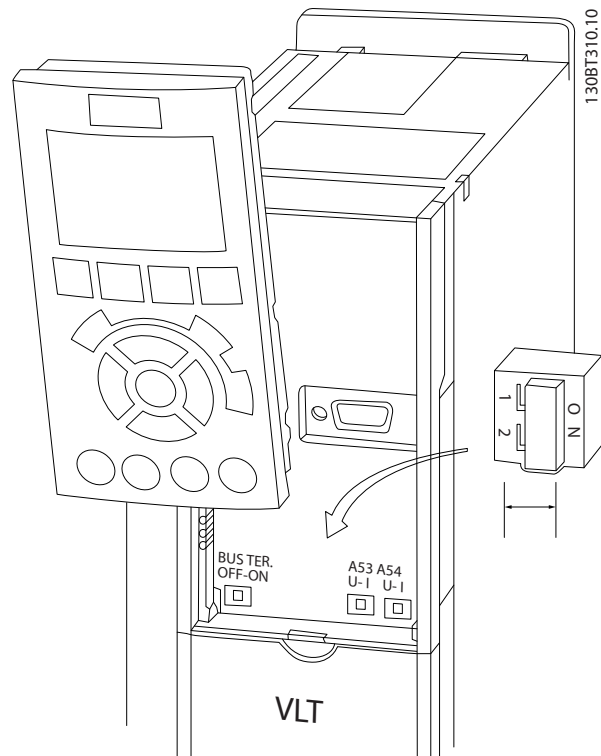

Рисунок 2.26 Расположение переключателей клемм 53 и 54
- Доступ к переключателям можно получить, сняв LCP (см. Рисунок 2.26). Обратите внимание, что некоторые дополнительные платы для устройства могут закрывать данные переключатели, и для изменения позиции переключателя их потребуется снять. Всегда отключайте питание устройства перед снятием дополнительных плат.